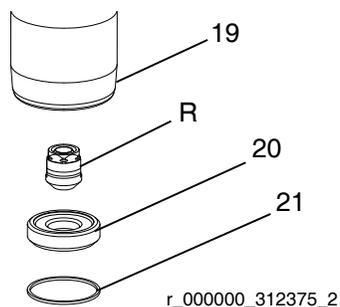

FIG. 10
11. Use un extractor de juntas tóricas para retirar la junta (21) de la carcasa de la válvula de entrada (19). Desecha la junta; use una nueva para el armado. Consulte FIG. 10.
12. Tire del asiento de entrada (20) hacia afuera del fondo del alojamiento de la válvula de entrada (19). Tenga cuidado de no dejar caer el conjunto de la válvula de retención (V) a media que se libera, y déjelo aparte para usarlo más adelante.